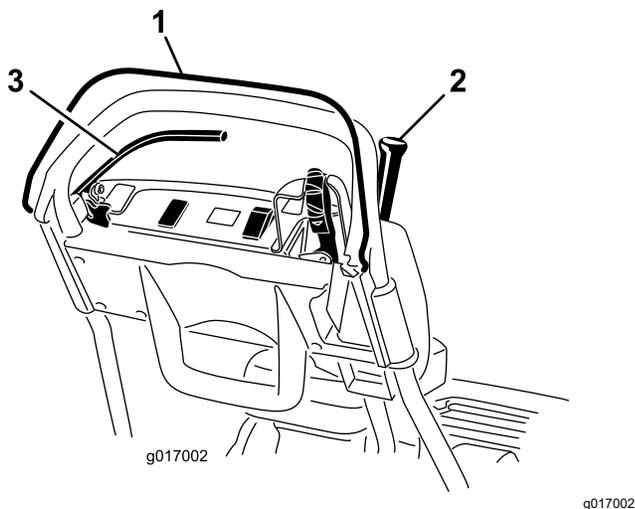

图 27
3. 放开操作员到位控制装置后尝试接合牵引杆图 27。牵引杆应该不能接合。如果牵引杆能够接合则需要对联锁系统进行维修。请在操作机器之前纠正该问题请参阅 维护牵引联锁开关 \(页码 31\)。
4. 压下操作员到位控制装置并接合牵引杆然后松开操作员到位控制装置图 27。牵引杆应脱离。如果牵引杆不能分离则需要对联锁系统进行维修。请在操作机器之前解决该问题。请参阅 维护牵引联锁开关 \(页码 31\)。
5. 压下操作员到位控制装置并将换挡控制杆移至左侧接合牵引和滚刀驱动装置然后松开操作员到位控制装置图 27。牵引杆应脱离。如果牵引杆不能分离则需要对联锁系统进行维修。请在操作机器之前纠正该问题请参阅 维护牵引联锁开关 \(页码 31\)或 调整滚刀控制装置 \(页码 34\)。
2. 压下操作员到位控制装置接合牵引杆(图 27)